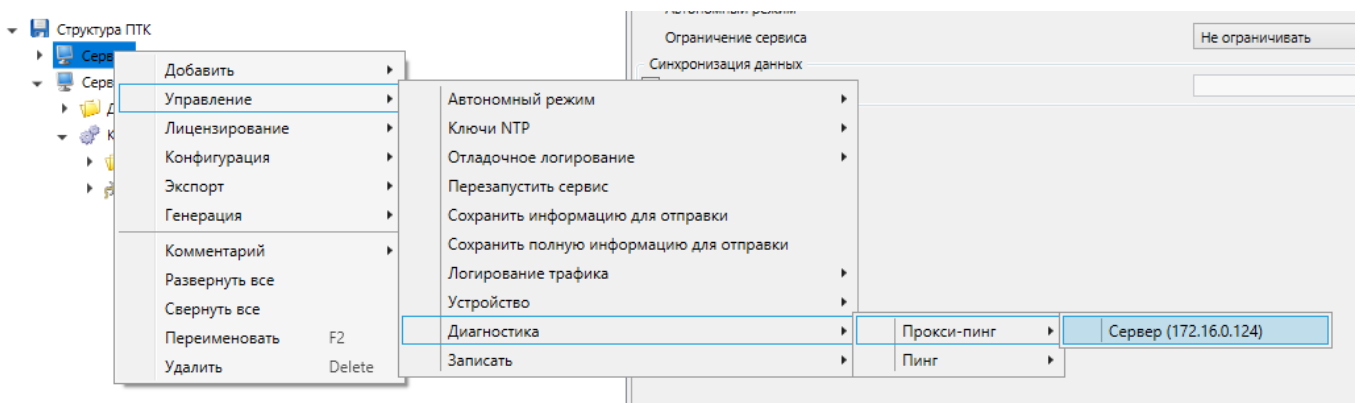

Рисунок 312 – Проверка доступности сервера
– с каждого сервера к основным IP-адресам остальных серверов. Обеспечивается проверка возможности синхронизации оперативных БД серверов. Диагностика выполняется в контекстном меню узлов **Сервер** командами группы «Управление» → «Диагностика» → «Прокси-пинг» (рисунок 312);